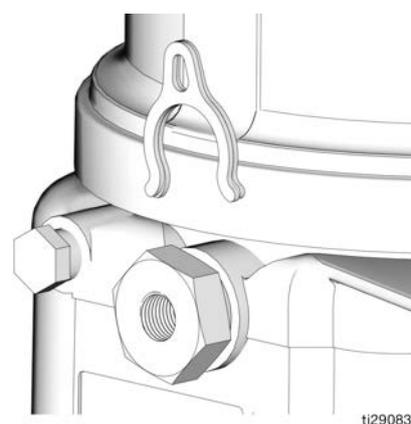

FIG. 12
6. Utilice una llave para aflojar el elemento de bomba en sentido contrario a las agujas del reloj. No retire el elemento de bomba completo. Mueva hacia atrás el elemento de bomba solo lo suficiente para permitir que el espaciador se deslice hacia adentro o hacia afuera. (FIG. 12).
El control del volumen de la bomba se configura utilizando uno (1) o dos (2) (FIG. 12).